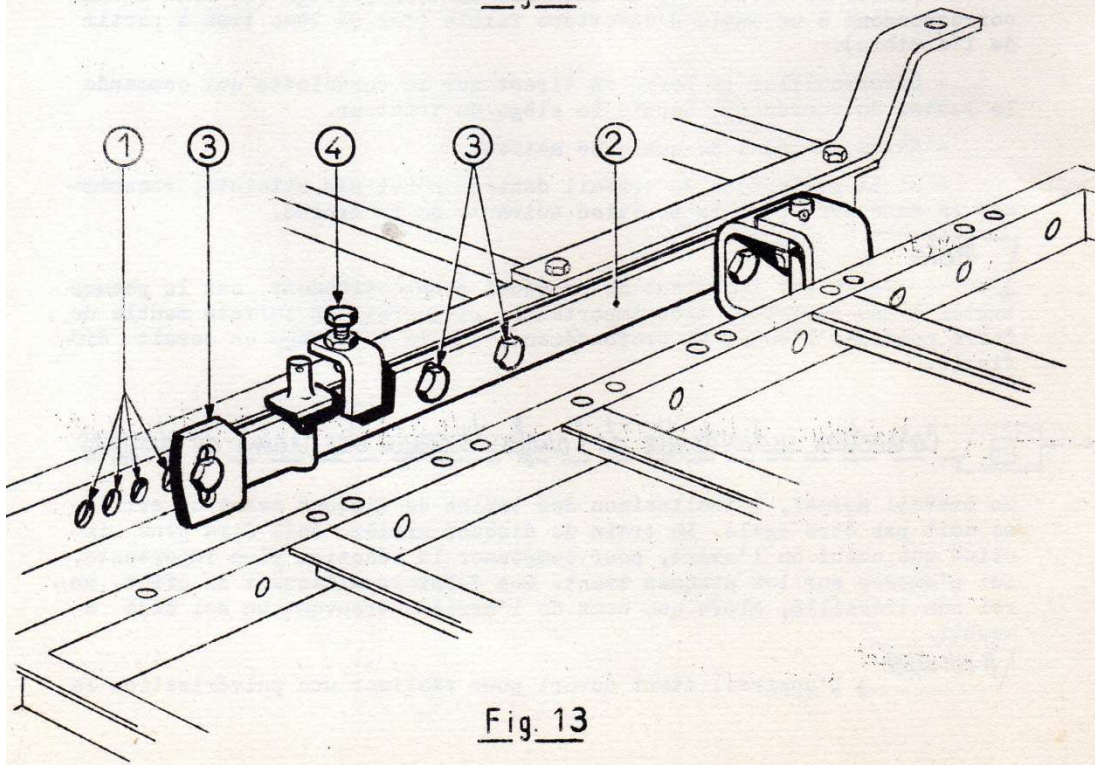

Fig. 13
--- [C] Réglage des charnières (FIG.13)
--- [D] Nivelage des trains de disques (FIG.13)